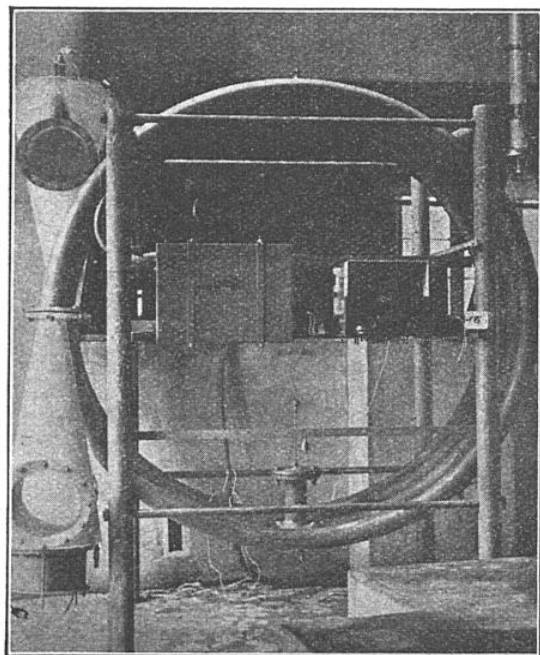

FIG. 9. — ÉCHO ULTRASONORE DANS UN SERPENTIN REMPLI D'EAU
b) Une autre provoque l'écho ultrasonore dans une canalisation ayant la forme d'un serpentín de 25 m de longueur et de 10 cm de diamètre (fig. 9) ;